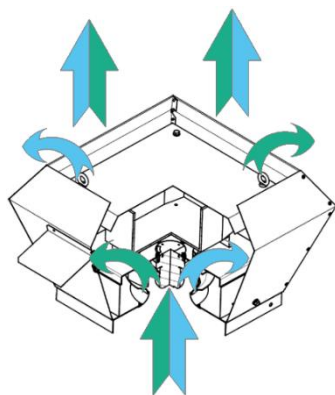
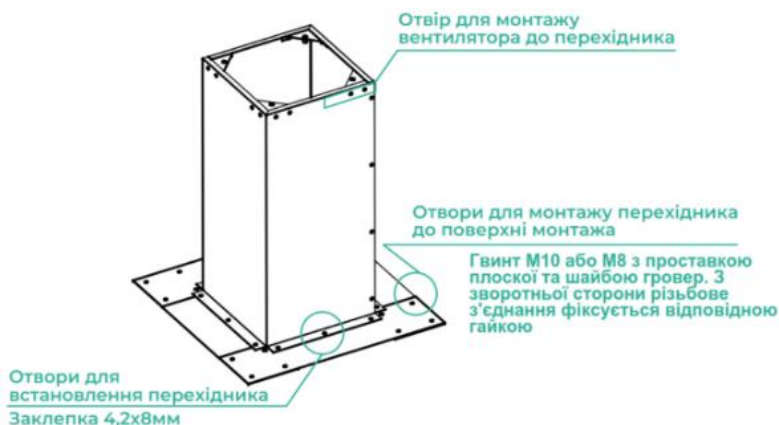

Рисунок 3
Рисунок 4
7.3.1 Встановити до перехідника вентилятор «SRV-EC», отвори монтажних отворів повинні співпадати. Встановити до отворів де встановлені клепальні гайки відповідні гвинти М8. (Рисунок 3; Рисунок 4)